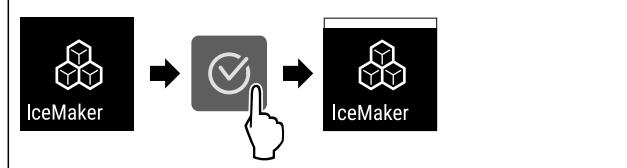

Fig. 20
- Изпълнете стъпките (вж Fig. 20).